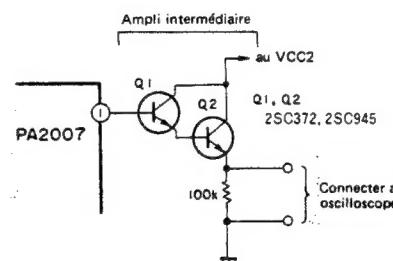

Fig. 14-6 Connexion de l'amplificateur intermédiaire
- Brancher un amplificateur intermédiaire sur la broche 1 du CI PA2007 et connecter la sortie à un oscilloscope (Fig. 14-6).